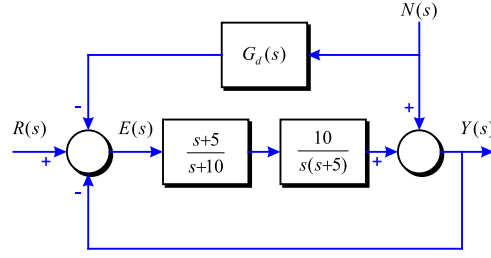

Figura 2-4
**Problema 16** La Figura 2-4 mostra el diagrama de blocs del sistema de control d'una antena de camp de col·lectors solars. El senyal  $N(s)$  denota les pertorbacions de les ràfegues